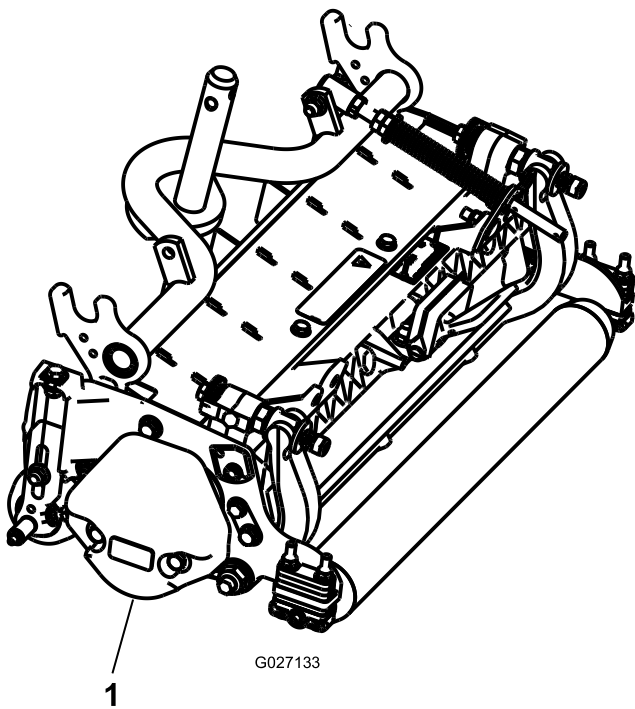

Figure 3
3. Veillez à monter le contrepois (Figure 3) du bon côté du plateau de coupe, comme expliqué dans les *Instructions d'installation* du kit contrepois.